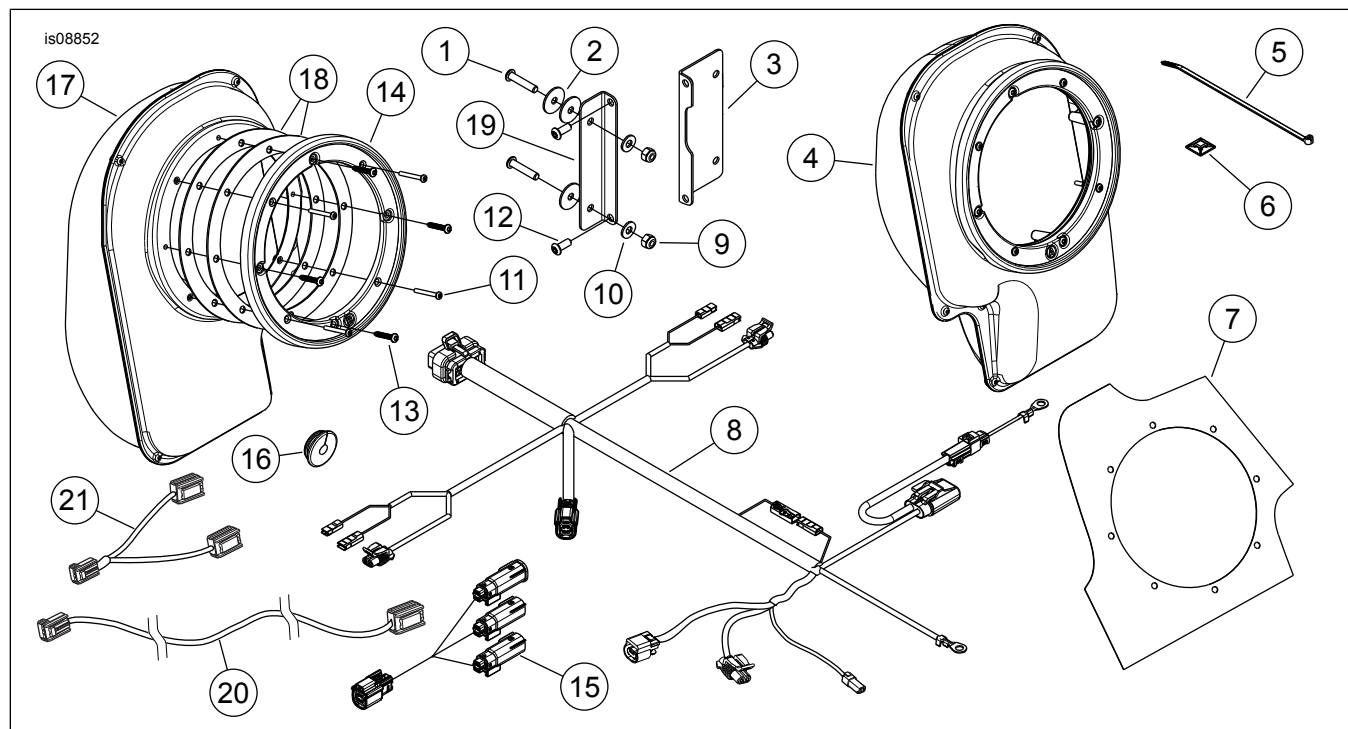

Figura 9. Parti di ricambio, kit di installazione espansione degli altoparlanti
- a. **Configurazione a 6 altoparlanti Stage I:** collegare il cablaggio [296] al cablaggio a 16 vie (installato in precedenza tramite il kit dell'amplificatore nella carenatura) che si trova dietro la sella del passeggero. **Configurazione dei 6 altoparlanti Stage II:** collegare il cablaggio di interconnessione a 3 vie (elemento 15, Figura 9) al cablaggio a 16 vie (installato in precedenza tramite il kit dell'amplificatore nella carenatura) che si trova dietro la sella del passeggero. Installare il cablaggio [296] nell'interconnettore triplo.